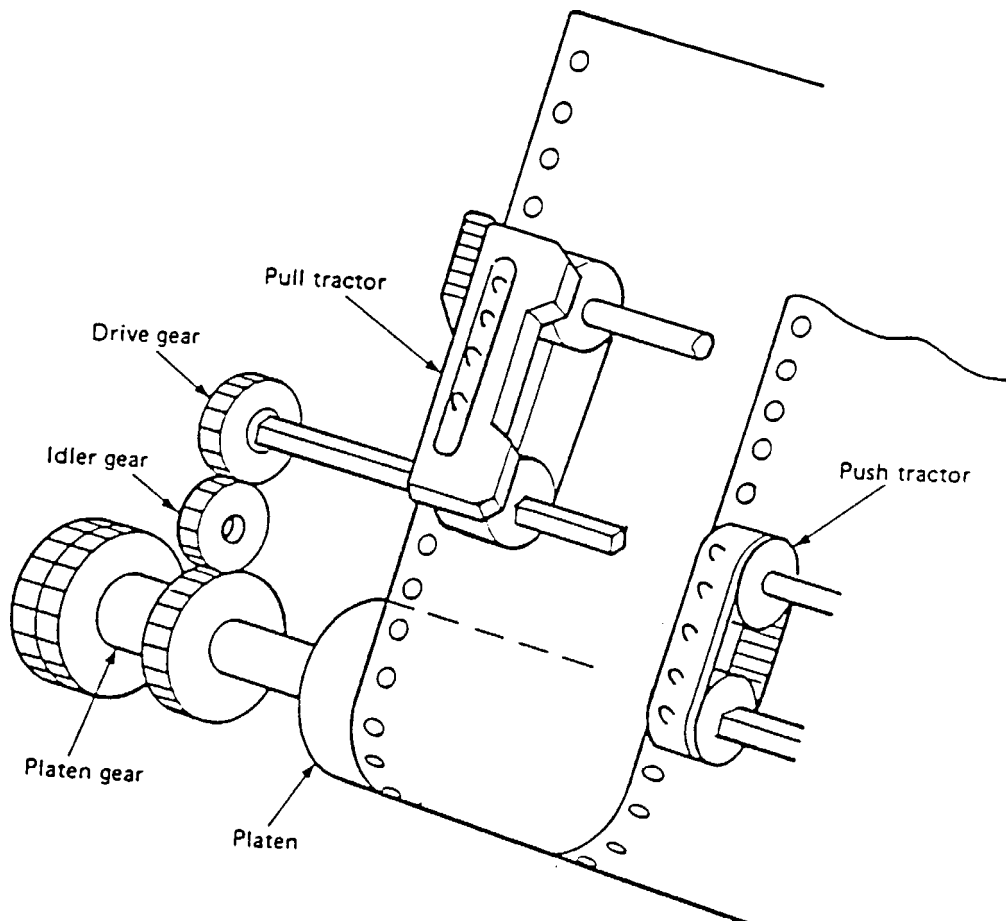

Abbildung 3.11
(5) Schub- und Zugtraktor (Option) (siehe Abbildung 3.11)